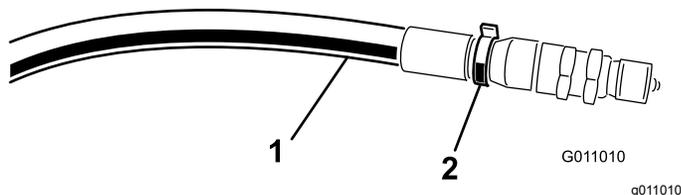

Рисунок 15
**Примечание:** Пометьте шланг высокого давления кабельной стяжкой, чтобы определить правильный порядок установки шлангов (Рисунок 15).